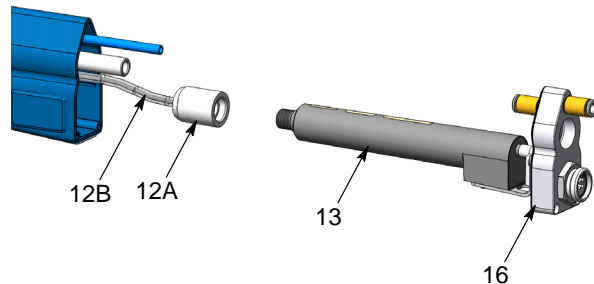

Abb. 24 Spannungsvervielfacher vom Gehäuse abnehmen und Elektrodenkabel trennen
2. Siehe Abbildung 24. Die Wärmesenke (16) mit daran befestigtem Spannungsvervielfacher (13) aus dem Gehäuse ziehen. Weiter ziehen, bis Sie die Spannungsvervielfachermutter (12) greifen können.
3. Die Spannungsvervielfachermutter (12A) losschrauben und das Elektrodenkabel (12B) vom Spannungsvervielfacher (13) abnehmen.
5. Siehe Abbildung 24. Das Feder-Ende des Elektrodenkabels (12B) bis zum Anschlag in das Spannungsvervielfachergehäuse stecken, dann die Spannungsvervielfachermutter (12A) festschrauben.